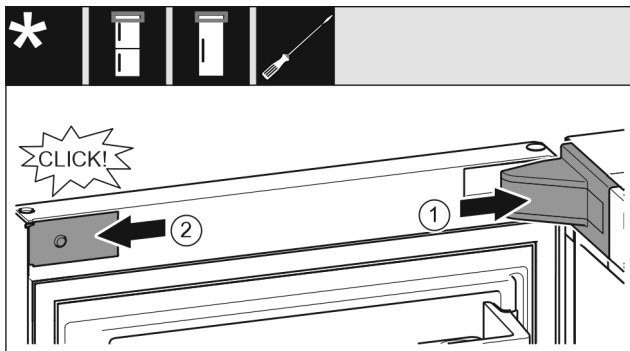

Fig. 21
- Nasadte a zaklapněte kryt stojanu ložiska Fig. 21 (1), příp. opatrně přitlačte od sebe.
- Z boku nasadte záslepku Fig. 21 (2) a zaklapněte.